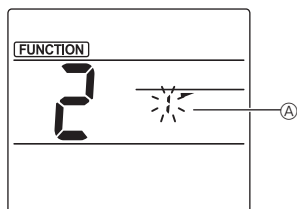

Fig. 3-2
- ② Выбор номера дефлектора (Fig. 3-2). Нажимайте кнопки **[▲]** для выбора номера дефлектора **①**, затем нажмите кнопку **[SET]**.